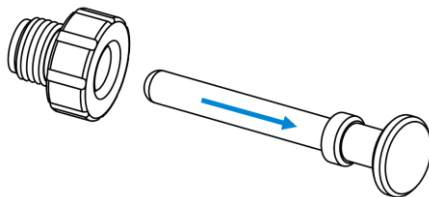

Abbildung 5 Transportstopfen aus der Feststellmutter herausziehen
2. Schieben Sie den Transportstopfen aus der Feststellmutter heraus. Siehe Abbildung 5.